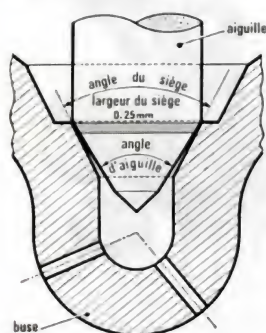

Fig. 27.
- 1° Pour que l'étanchéité de l'injecteur soit parfaite, il doit y avoir une **différence de 1°** entre l'angle de portée du siège et l'angle formé par l'extrémité de l'aiguille (fig. 27).